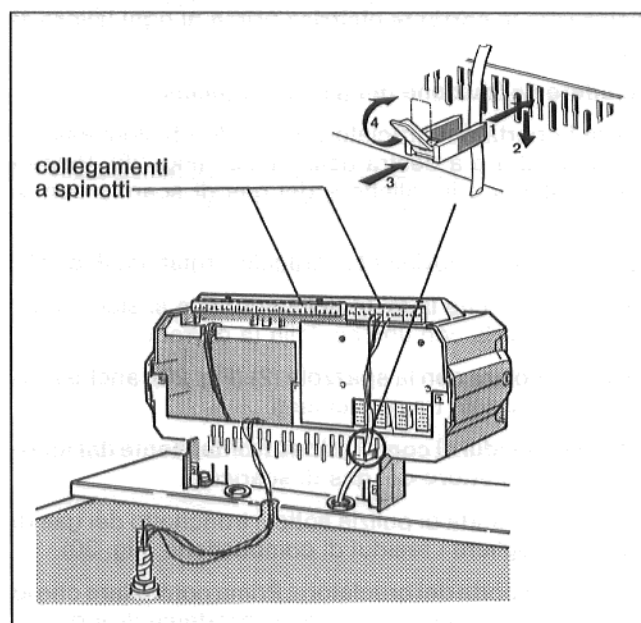

Fig. 26
- Effettuare i collegamenti elettrici a carico del committente, secondo lo schema (Fig. 26).
- Inserire i bracciali con cavo nell'alloggiamento del telaio portabracciali e incastrare il bracciale chiudendo la leva di fissaggio (Fig. 26).